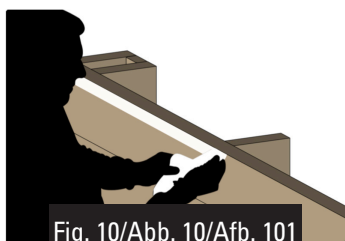

Fig. 10/Abb. 10/Afb. 101
- Stick the two-faced adhesive tape panel by panel, aligning it with the upper part of the top boards (figure 10). If the wood is slightly humid and dusty, it can be smoothed using sandpaper to facilitate adherence.
- Collez l'adhésif double face pan par pan, en, l'alignant au sommet des madriers supérieurs (figure 10). Si le bois est un peu humide ou poussiéreux, vous pouvez l'adoucir avec un papier de verre pour faciliter l'adhérence.
• Kleben Sie das doppelseitige Klebeband, Paneel nach Paneel, auf, indem Sie es am oberen Teil der oberen Bretter ausrichten (Abb. 10). Wenn das Holz ein wenig feucht oder staubig ist, können Sie es mit Sandpapier glätten, um das Anhaften zu erleichtern.
• Plak het dubbelzijdig plakband van paneel tot paneel, in lijn met het bovenste deel van de bovenste planken (afbeelding 10).